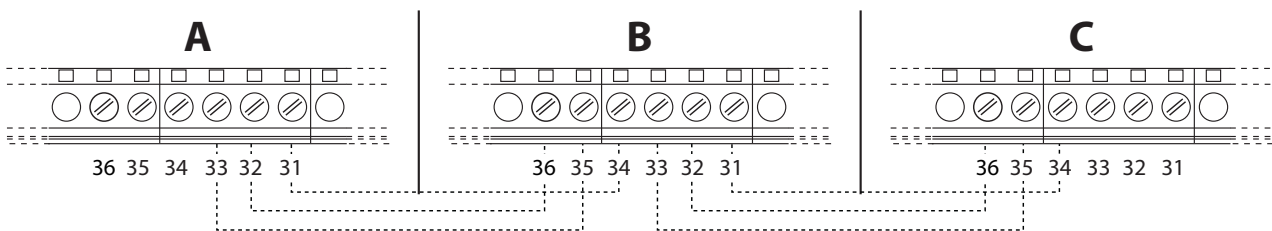

fig. 56- Raccordement en cascade
1. Relier les modules comme le montre la fig. 56 (exemple avec 3 modules)
Si cela ne se produit pas, couper l'alimentation électrique et contrôler le câblage fig. 56.